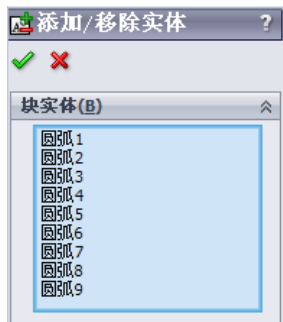

图 2.11.11 “添加/移除实体”对话框
Step4. 选择下拉菜单 **工具(T)** → **块** → **添加/移除实体(A)...** 命令，系统弹出“添加/移除实体”对话框，如图 2.11.11 所示。